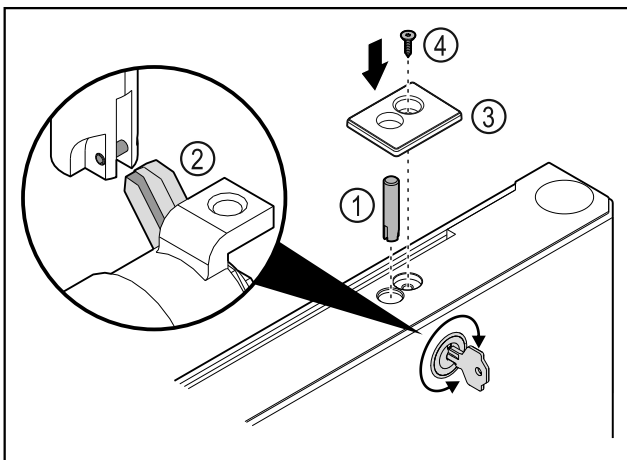

Fig. 42
- Τοποθετήστε τον πείρο της κλειδαριάς Fig. 42 (1).
- Περιστρέψτε ελαφρά την κλειδαριά, για να κουμπώσει ο πείρος της κλειδαριάς Fig. 42 (2) στη σχισμή της κλειδαριάς.
- Τοποθετήστε το κάλυμμα Fig. 42 (3).
- Τοποθετήστε τη βίδα Fig. 42 (4).